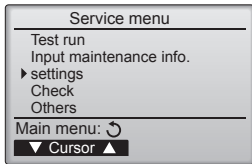

Fig. 6-2
6.2. Remote controller (Fig. 6-2)
- ① (Fig. 6-2)